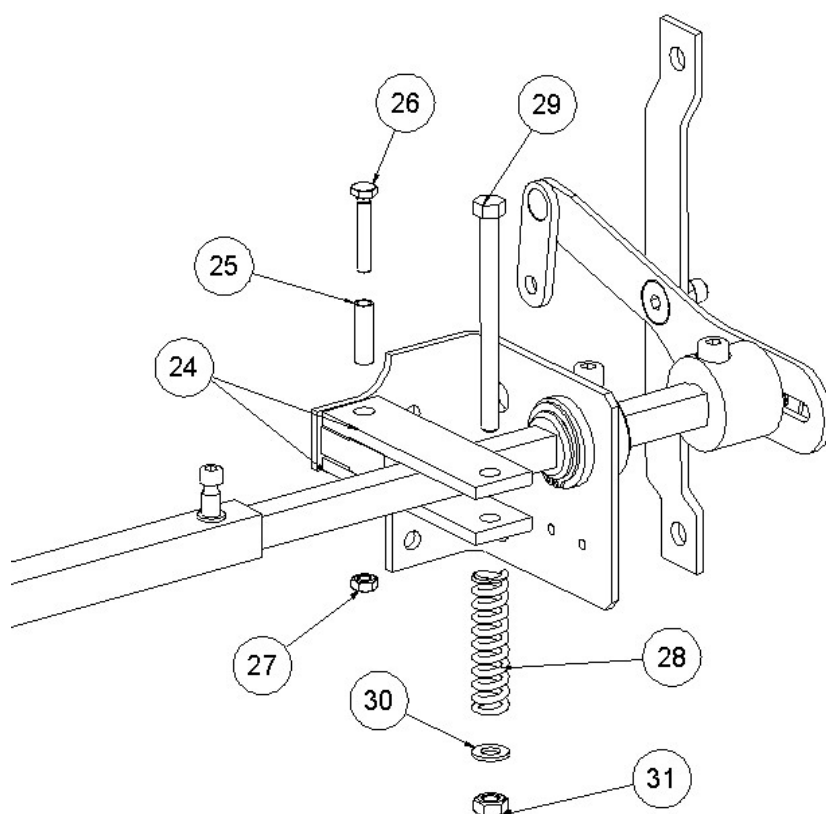

Figure.7
axe (24) avec le support-tendeur (l'un en partie supérieure et l'autre en partie inférieure), tout en insérant ensuite la douille tendeuse (25) et en arrimant l'ensemble avec la vis DIN 933 M6 x 35 (26) et l'écrou DIN 985 M6 autoblock (27). On fait ensuite passer une vis M8 x 100 DIN 931 (29), par les trous libres des supports de l'axe et par le ressort de rappel (28), tel qu'il est indiqué dans la figure. Enfin, on ferme l'ensemble avec une rondelle M8 DIN 125 (30) et un écrou M8 DIN 985 Autoblock (31) - Fig.7-